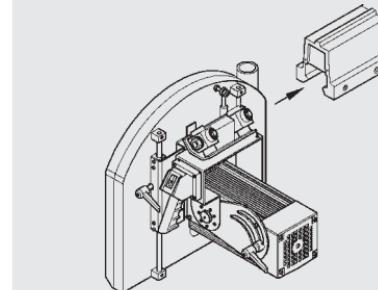

Fig.8
- Steek de eenheid Wagen-Vork-Motor in de geleiders, voorkom stoten om de afstellingen van de lagers niet te verstören (zie fig. 8), aangezien deze zijn uitgevoerd in onze fabriek.